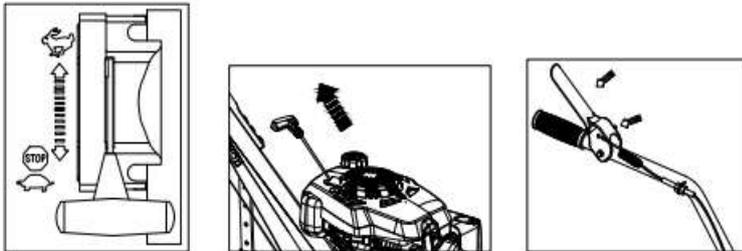

Fig.24
1. Déplacez la manette des gaz (2) vers le symbole de lièvre (Fig.24, étape 1).
2. Ne pas appuyer sur l'amorce. (12)
3. Tirez légèrement la poignée lanceur de démarrage (8) tirez-la rapidement jusqu'à ce que vous sentiez une légère résistance. Répétez la manipulation jusqu'à la mise en marche du moteur (Fig.24, étape 2).
5. Déplacez la manette des gaz (2) entre et , jusqu'à atteindre le régime de moteur désiré. (Fig.24, étape 4). Nous vous conseillons de faire fonctionner la machine lorsque la manette des gaz se trouve sur la position
6. Appuyez sur le bouton marche / arrêt (22a) et serrez le levier d'embrayage pour faire avancer la machine (Fig.24, étape 4-5).